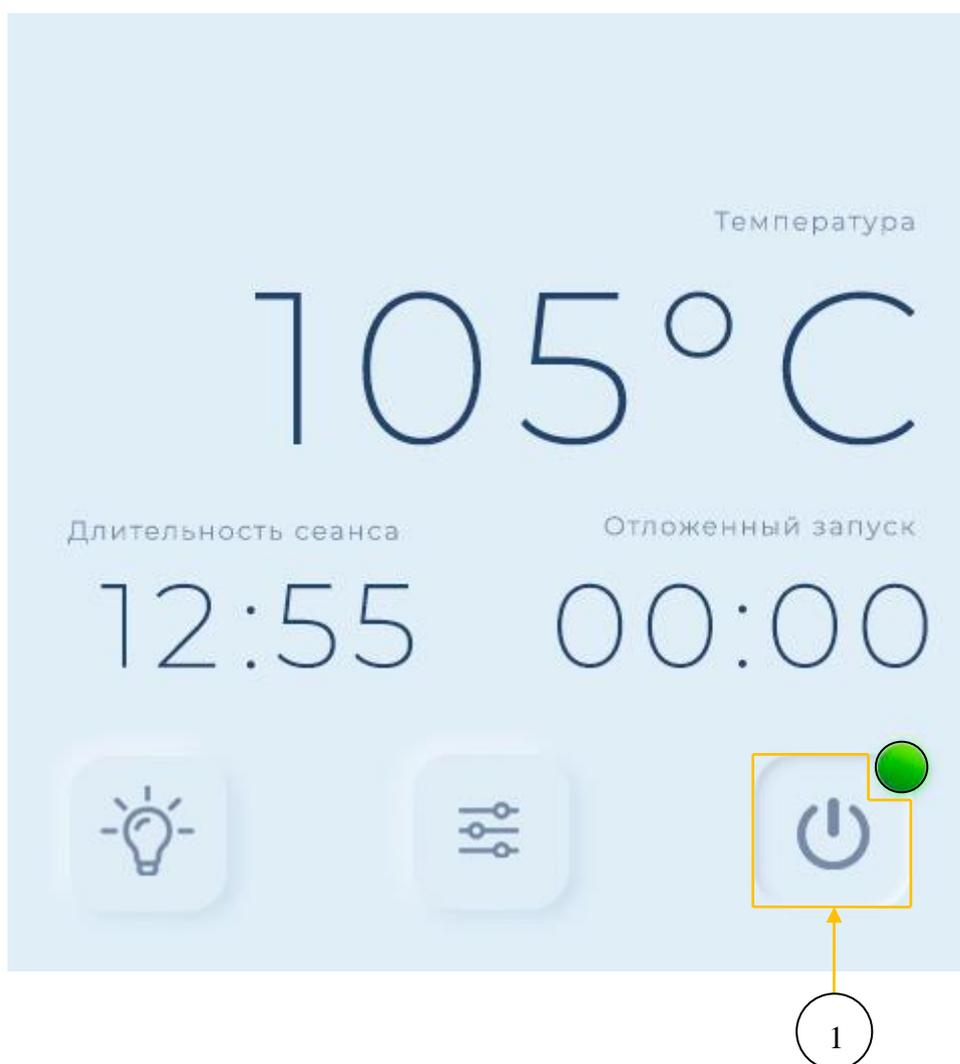

Рис. 40. Взаимное расположение элементов интерфейса “Главной” страницы в “рабочем” режиме.
- (Рис. 40. Взаимное расположение элементов интерфейса “Главной” страницы в “рабочем” режиме).